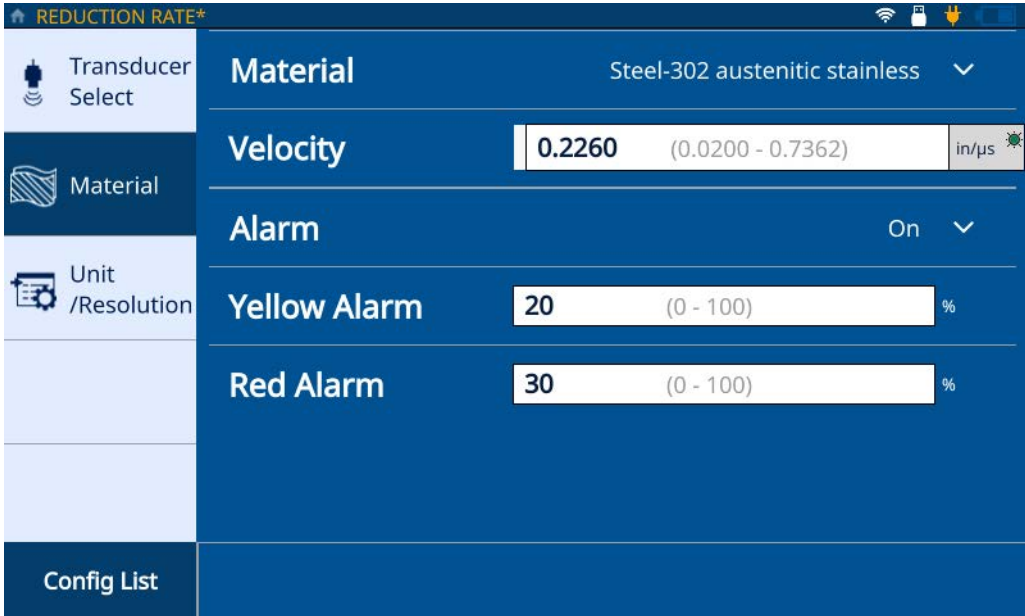

図 2-6 Reduction Rate Material (減肉率材料) タブ
8. **Material (材料)** タブ (21 ページの図 2-6 参照) をクリックし、ドロップダウンリストから材料を選択します。選択した材料に基づいて自動的に音速が更新されます。